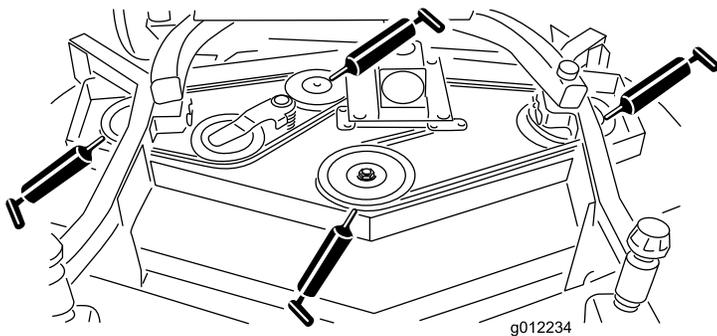

図 16
- ・ スピンドルのシャフトのベアリング (3ヶ所) (プーリの下) (図 16)
- ・ アイドラ・アームのシャフトのベアリング (図 16)